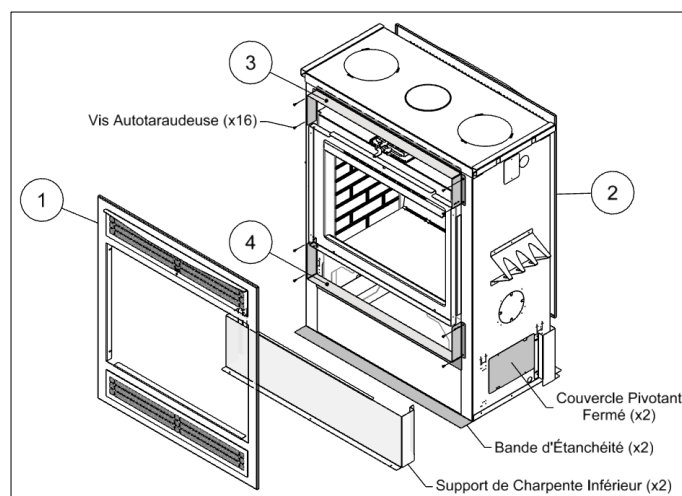

Figure 3-8 : Façade Traditionnelle
La façade traditionnelle comprend des persiennes en dessous (entrée) et au-dessus (sortie) de la porte. Tous les composants et éléments de fixation sont inclus dans l'ensemble de façade. Voir la Figure 3-8 et le Tableau 3-3 pour suivre les instructions ci-dessous.
5. Installer les deux Couvertres Pivotants sur les côtés (bas) de l'appareil en position fermée (Figure 3-8).